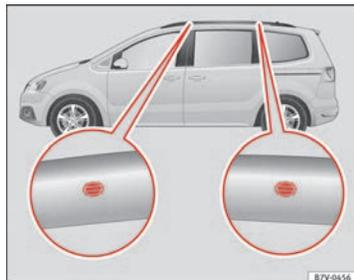

Fig. 101 Points de fixation des supports standard et de la galerie porte-bagages du toit.
Les orifices de positionnement se trouvent sur le côté intérieur de la galerie ⇒ fig. 101.
- Le support standard doit être fixé uniquement aux points indiqués sur l'illustration ⇒ fig. 101.